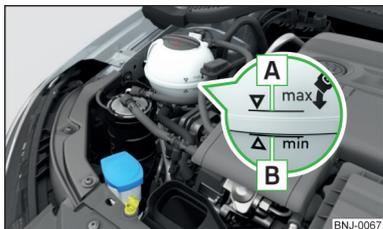

Fig. 171
Verificar el estado del líquido refrigerante - el líquido refrigerante tiene que estar entre las marcas **A** y **B** » fig. 171. Si el estado del líquido refrigerante está debajo de la marca **B**, rellenar el líquido refrigerante.
La **especificación** del líquido refrigerante se encuentra en el depósito de compensación del líquido refrigerante » fig. 171.
- No rellene el depósito de líquido refrigerante por encima de la marca **A** » fig. 171. El líquido refrigerante puede ser presionado por el calentamiento del sistema de refrigeración - Existe el peligro de un daño de las partes del vano motor.